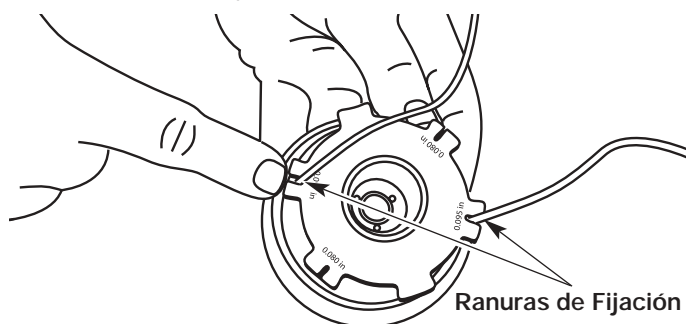

Fig. 34
12. Inserte los extremos de la línea en las dos ranuras de fijación (Fig. 34).